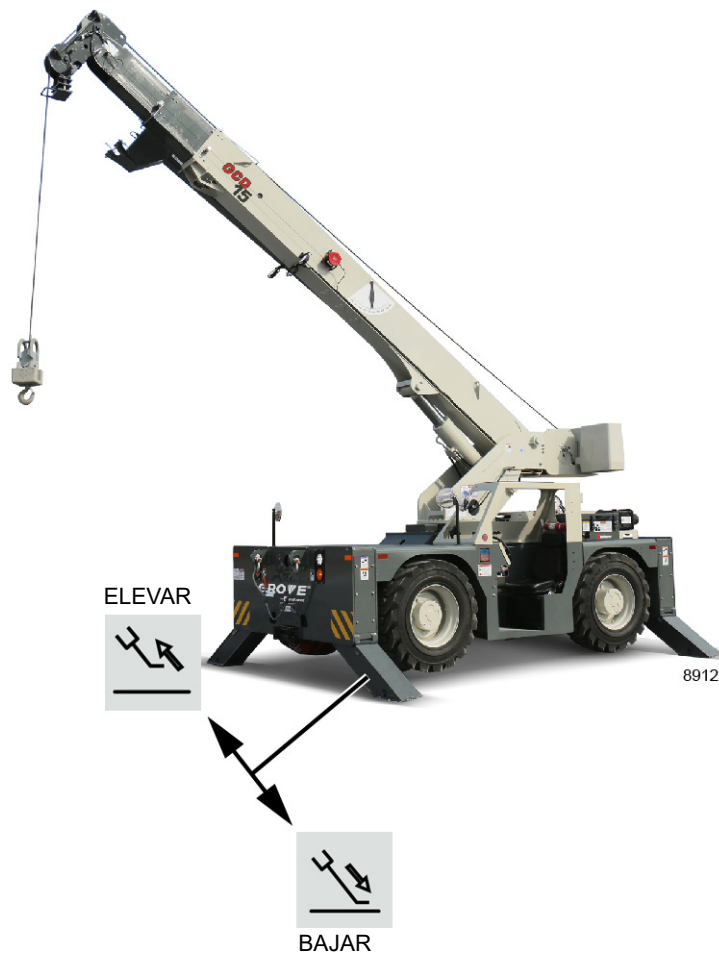

FIGURA 3-25
2. **Para bajar** - (Figura 3-25) Haga funcionar el motor a ralentí (sin pisar el pedal del acelerador). Mueva la palanca de control hacia adelante a la posición LOWER (bajar) y manténgala en esa posición. Presione el pedal del acelerador para aumentar la velocidad del motor, lo cual acelerará el movimiento hacia afuera del estabilizador. Cuando el estabilizador esté extendido, suelte el pedal del acelerador y la palanca de control del estabilizador.
3. **Para elevar** - (Figura 3-25) Tire de la palanca de control hacia atrás a la posición RAISE (elevar) y manténgala en esa posición. Presione el pedal del acelerador para aumentar la velocidad del motor, lo cual acelerará la velocidad de retracción del estabilizador. Cuando el estabilizador esté completamente elevado, suelte el pedal del acelerador y la palanca de control.